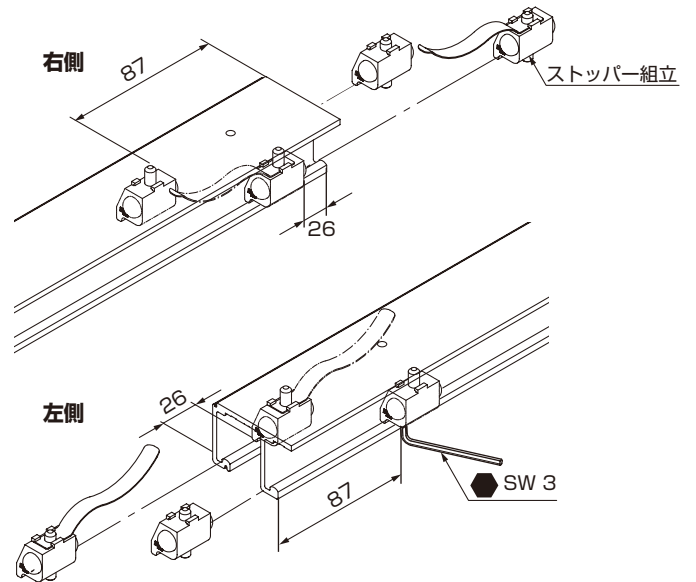

図 2-2-2
[2]上用のレール(⑪または⑫)に、ストッパー②とストッパー組立を図 2-2-2 のように組み込んでください。
- <2>ストッパー組立のストップばね④は、中央に向くように組み込んでください。